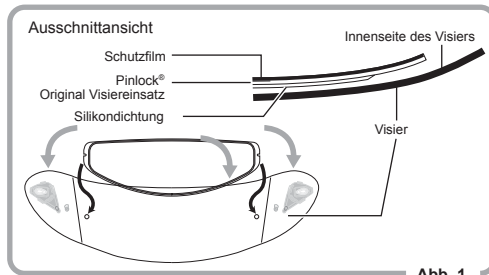

Abb. 1
1. Legen Sie den Pinlock® Original Visiereinsatz im Visier an, sodass die Silikondichtung das Visier berührt. Ziehen Sie den Schutzfilm der Scheibe noch nicht ab. Befestigen Sie den Pinlock® Original Visiereinsatz im Visier, indem Sie ihn auf die Stifte drücken. (Abb. 1 und 2)